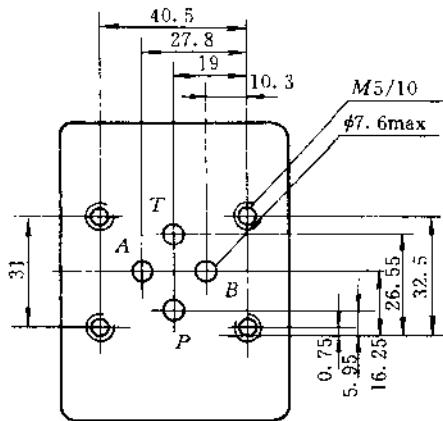

图 21.6-11 2FRE x x /20B 通比例调速安装尺寸
- 2FRE * */20B 二通比例调速阀安装尺寸 见图 21.6-11。